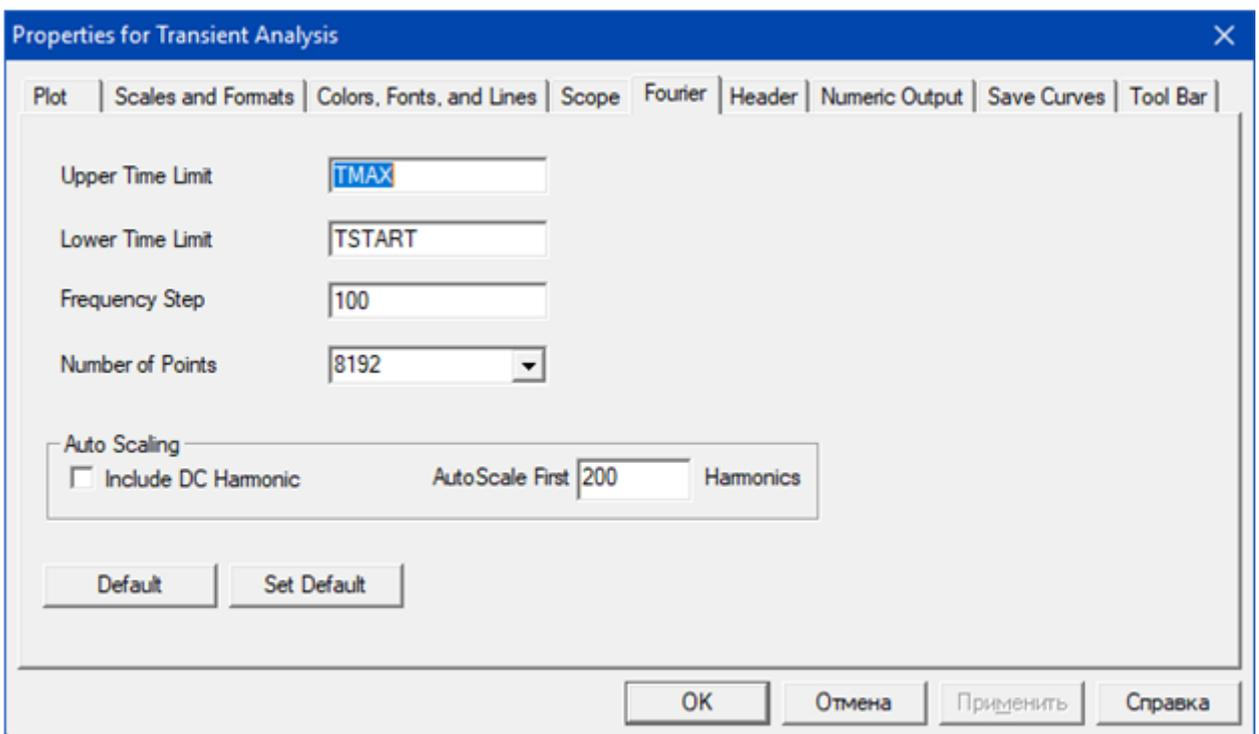

Рис. 8.6 - Установки FFT для частотного анализа радиоимпульса
3. Для настройки вывода спектральной диаграммы необходимо щёлкнуть левой клавишей мыши по полю графика и в появившемся окне настройки графиков зайти во вкладку FFT (Рис. 8.6).